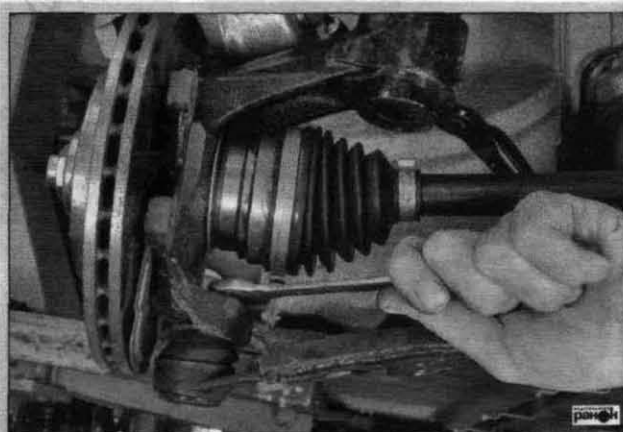

Рис. 5.4. Отсоединение гайки крепления пальца шаровой опоры
- открутив гайку крепления пальца шаровой опоры (рис. 5.4), при помощи монтажной лопатки вывести палец из проушины поворотного кулака;